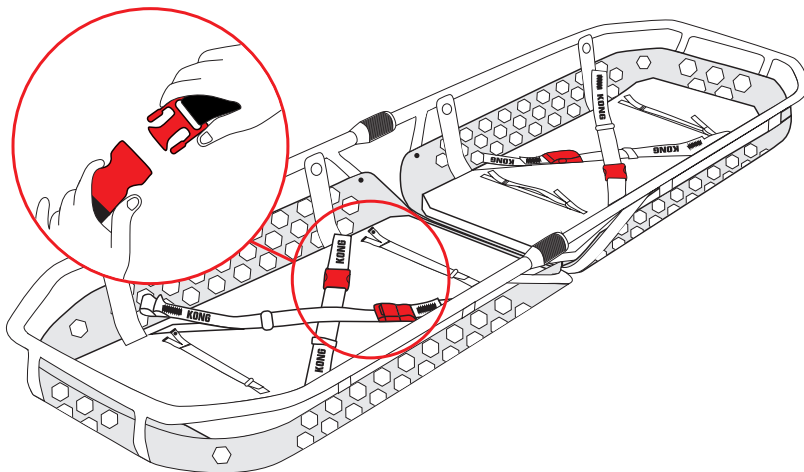

Fig.9
- sganciare le fibbie ed aprire le fettucce di bloccaggio (fig. 9),